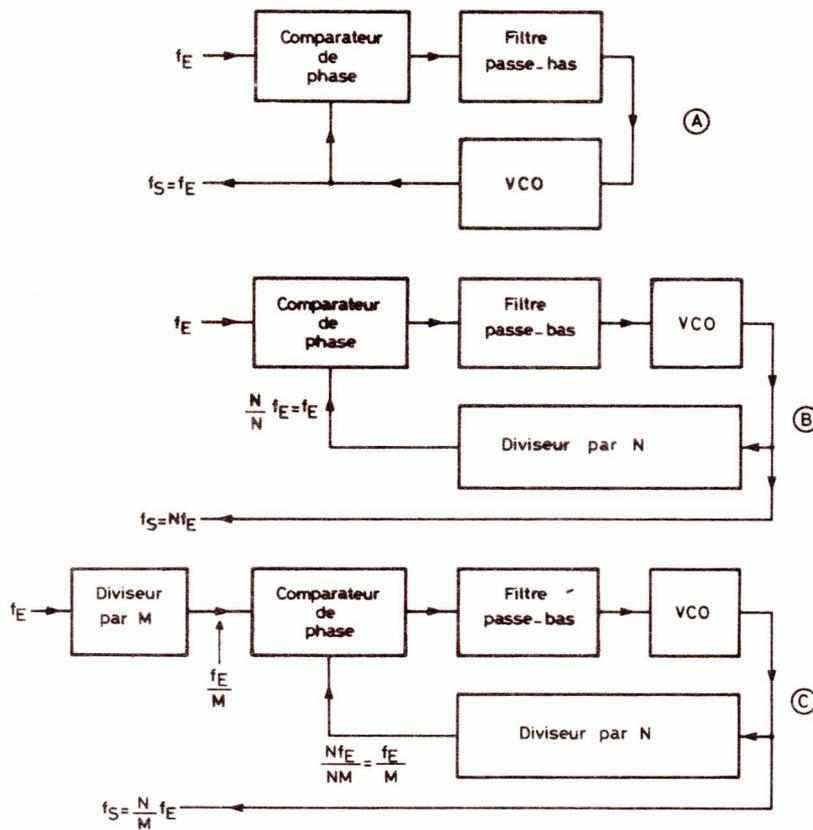

Figure 1 : Principe de la synthèse de fréquence.
La figure 1 (A) rappelle une fois de plus le principe de la boucle verrouillée en phase ou PLL (phase locked loop). Ce montage de base construit autour d'un oscillateur commandé par tension (VCO) est largement utilisé chaque fois qu'une régénération de signal est nécessaire, ou en tant que démodulateur FM.
La figure 1 (B) aborde plus directement le domaine de la synthèse de fréquence puisque l'adjonction d'un diviseur par N dans la chaîne de retour permet la multiplication de la fréquence d'entrée par N.
Enfin, la figure 1 (C) représente le schéma le plus général d'un synthétiseur